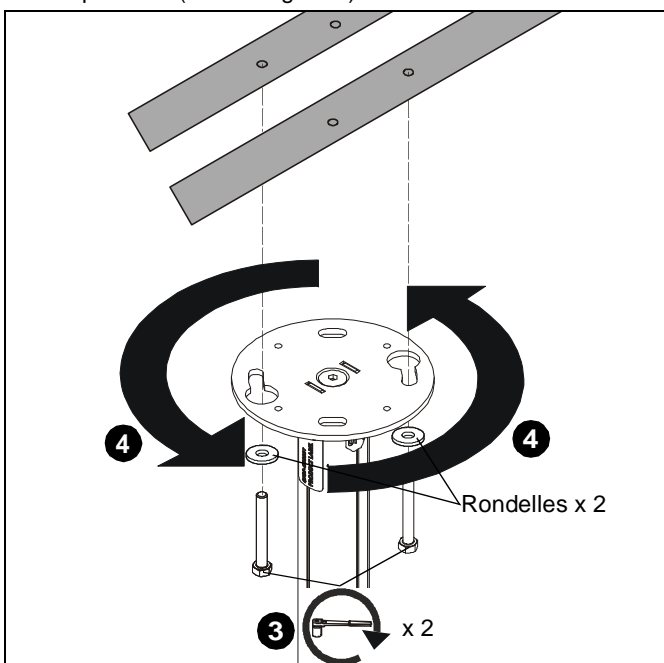

Figure 5
3. Installez librement deux vis tire-fond de 8 mm x 7 mm (5/16" x 2-3/4") (minimum) (non incluses) dans deux rondelles de 8 mm (5/16") (non incluses) dans les coins opposés de trous percés dans les contreventements transversaux des montants en bois. (Voir la Figure 5)
4. Placez la plaque pour plafond jusqu'au plafond et tournez jusqu'à ce que les vis tire-fond fixent la plaque en position. (Voir la Figure 5)